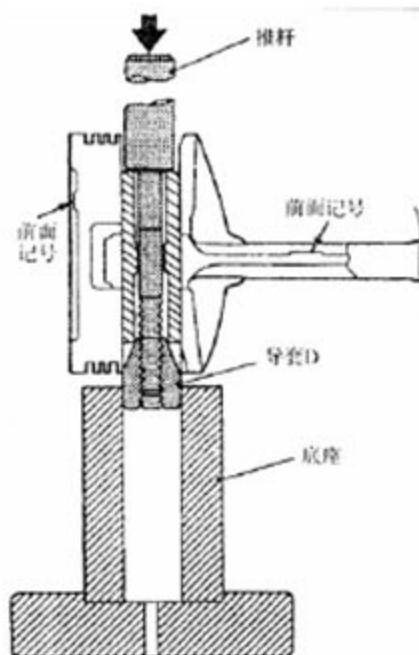

图 3-43
A). 如图 3-43, 从前面箭头记号侧插入推杆(专用将活塞和连杆总成装在工具), 然后装导套 D。